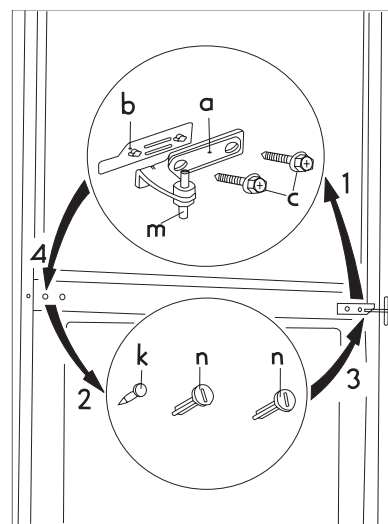

рис. 2
- Откройте двери и демонтируйте двойной держатель двери (a, b) путем вывинчивания и извлечения обоих винтов (c) (рис. 2).
- Извлеките двойной держатель двери (a, b, c) из корпуса холодильника легким покачиванием обеих дверок. Не забудьте вытащить также пластмассовую подкладку (b) под держателем двери (рис. 2).
- Извлеките левые покровные штифты (n, k, 3 шт.) двойного держателя двери и установите их снова на другой стороне (рис. 2).
- Вставьте болт (m) двойного держателя двери в левое отверстие двери морозильного отделения (рис. 2).